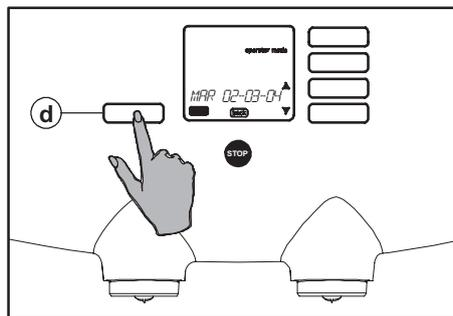

Fig. 54 Affichage du jour, de la date et de l'heure
4. Appuyez sur le bouton Enter (fig. 54 d). L'écran affiche le jour, la date et l'heure définis.